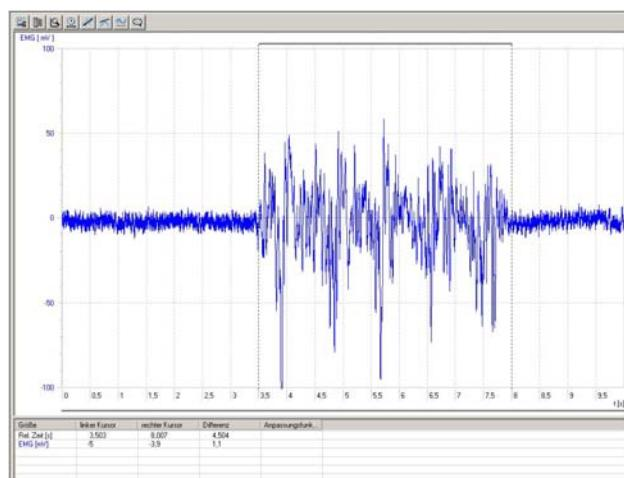

Fig. 4 EMG pour des contractions musculaires de l'avant-bras gauche ; alternance de phases d'activité et de phases de repos
- Démarrez le modèle, puis enregistrez la courbe de mesure de l'électromyogramme (Fig. 4).